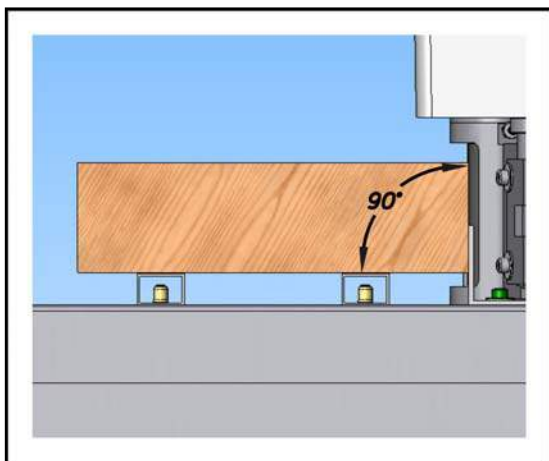
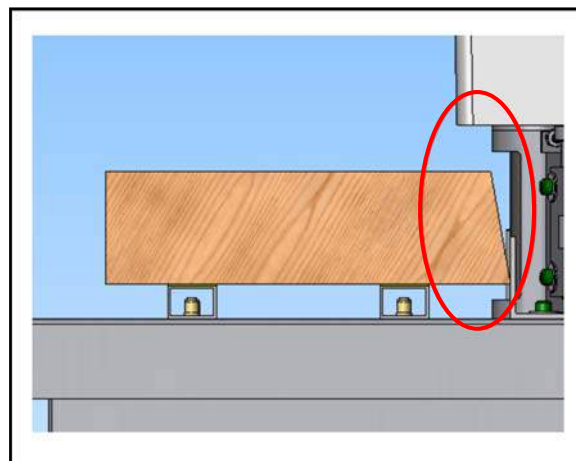

Fig. 48
Fig. 49
- ✓ Certifique-se que a peça a ser colada está no esquadro, ou seja, o ângulo entre a base e o lado a ser colado da peça deve ser de 90° conforme Fig. 48. Se a peça não estiver no esquadro, a fita não será colada corretamente na peça fig. 49.